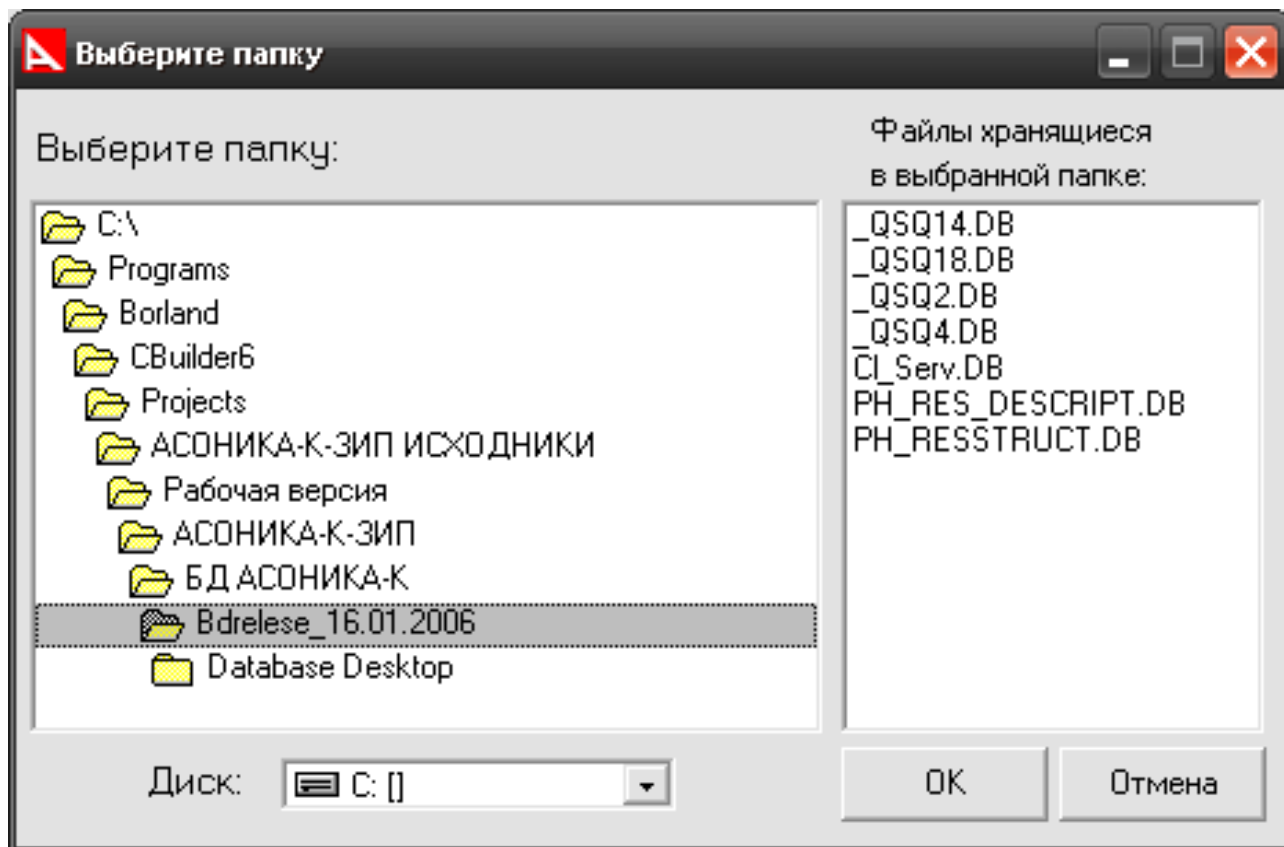

Рис. 3.23. Конвертор: Окно выбора папки ПЧБД системы АСОНИКА-К-СЧ
- В появившемся окне конвертора (см. рис. 3.23) выберите нужную Вам папку ПЧБД системы АСОНИКА-К-СЧ.